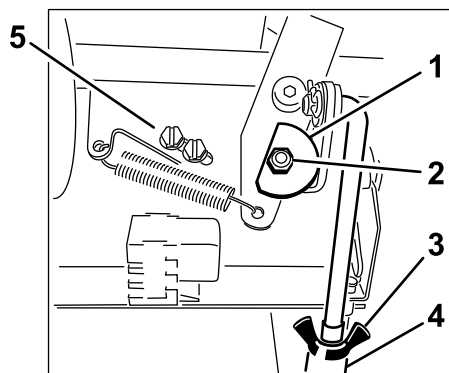

Figura 42
7. Afloje la tuerca y el perno que sujetan la leva (Figura 42).